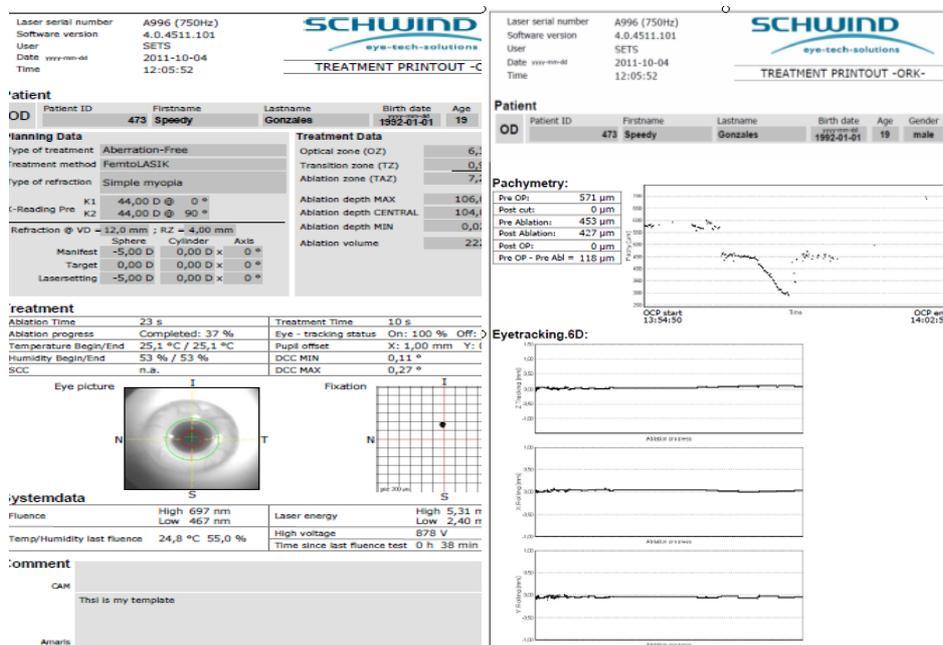

Abbildung 7-34: ORK-Behandlungs-Ausdruck Seiten 1 und 2
- Der Wert "SCC" im Ausdruck (siehe Abbildung 7-34) zeigt entweder den SCC Winkelfehler an der einen der folgenden Varianten: